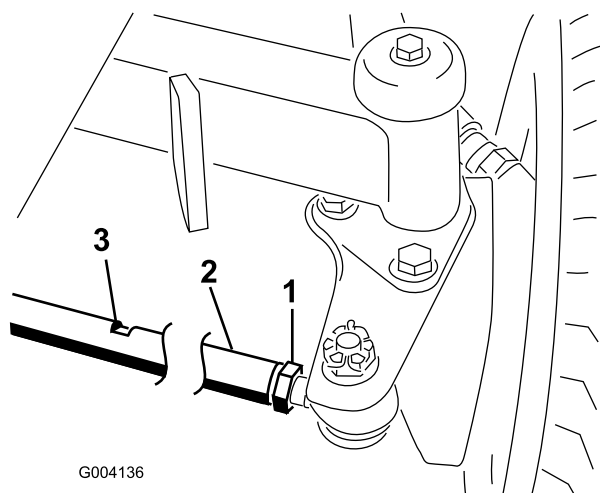

Figura 63
2. Afloje las contratuercas de ambos extremos del tirante (Figura 63).